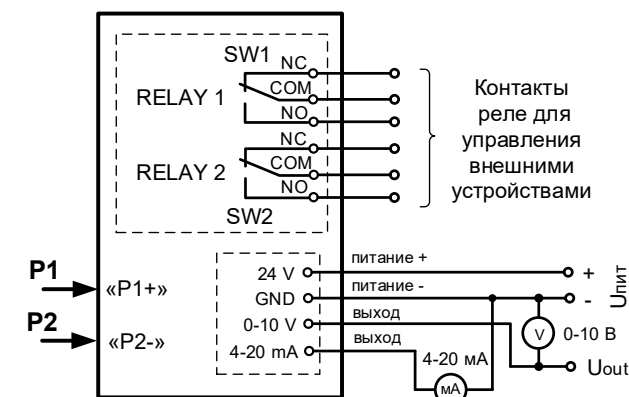

Рисунок 1 – Схема подключений, где P1, P2 – входное давление измеряемой среды (вход P1+ для более высокого, а P2– для более низкого)
4.2 Цепи прибора подключаются внутри корпуса через кабельные вводы в соответствии с электрической схемой, рисунок 1.
3.2 В режиме настройки на дисплее появляется надпись **SET**, а в правом верхнем углу отображается наименование параметра, под которым указан соответствующий код или значение изменяемой величины (рисунок 1).
Рисунок 1 – Назначение отображаемых элементов дисплея в режиме настройки (программирования) параметров работы (R1HI – установка уровня сигнала для включения контактов SW1 реле)